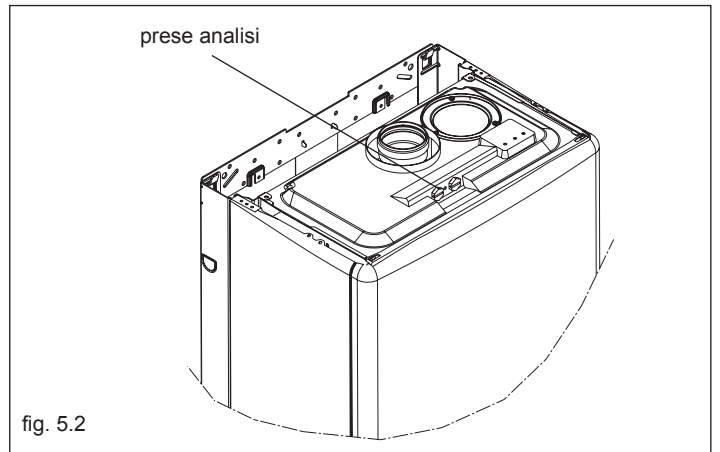

fig. 5.2
- inserire le sonde dell'analizzatore nelle posizioni previste sulla cassa aria, dopo aver rimosso le viti (fig. 5.2)